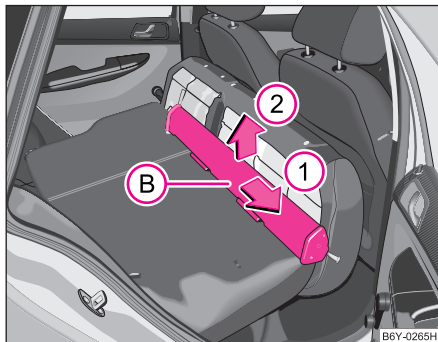

Abb. 65 Rücksitze:
- Schieben Sie das Netztrennwandgehäuse (B) ⇒ Abb. 65 in Pfeilrichtung (1) und nehmen es aus der Aufnahme der Rücksitzelehne in Pfeilrichtung (2) heraus.